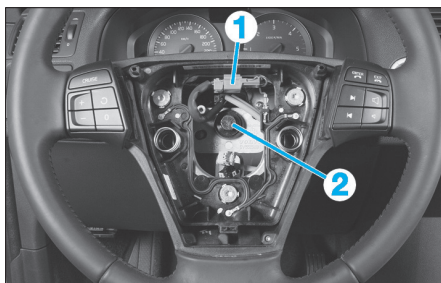

FIG. 1
- Débrancher le connecteur (1) (Fig.1).